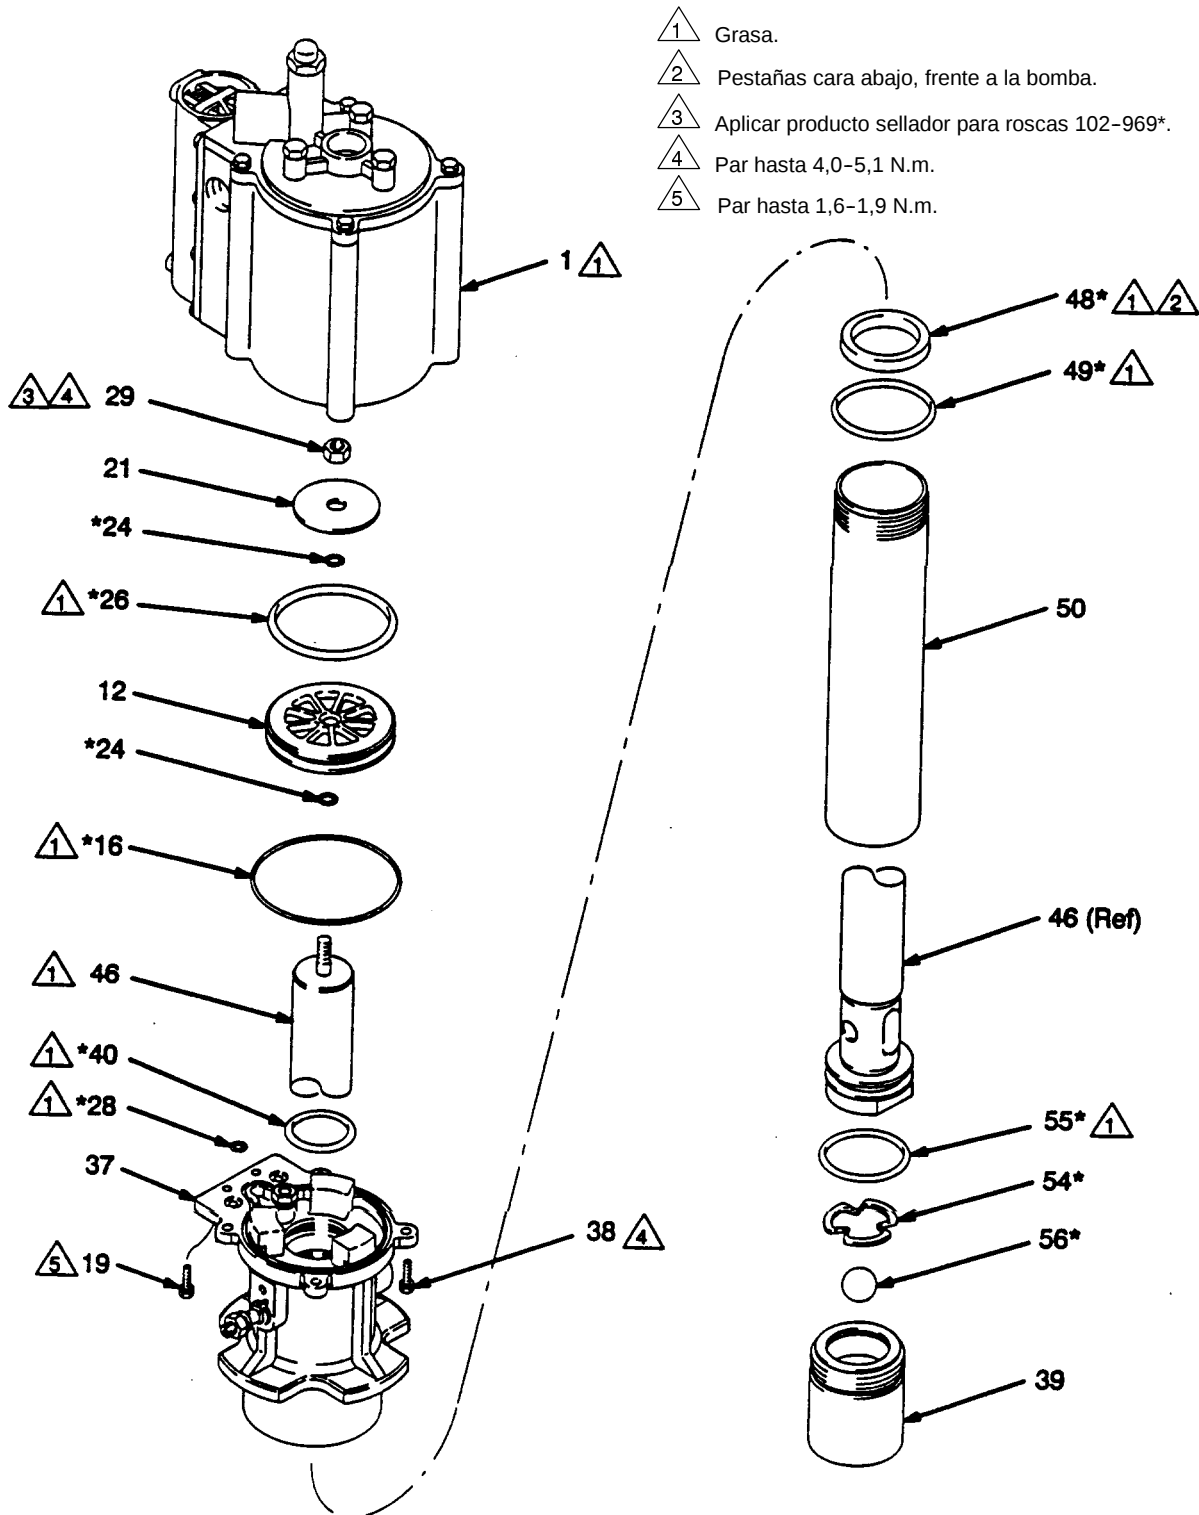

Fig. 5
2. Retirar los cuatro tornillos (38) y los dos tornillos (19) que sujetan la base del motor neumático (37) al cilindro del motor neumático (1). Sacar el cilindro de la base. Retirar la junta tórica grande (16) y las dos juntas tóricas pequeñas (28), y ponerlas de lado. Véase Fig. 5.
3. Desatornillar la caja de la válvula de entrada (39) del cilindro de la bomba (50). Desmontar la válvula de entrada.
- Utilizar una llave de correa en el cilindro de la bomba (50) para aflojar éste de la base de motor (37). Seguir desatornillando el cilindro de la base del motor con la mano, hasta que el cilindro quede libre. Sacar el cilindro de la bomba. Véase Fig. 5.
- Mantener el pistón de producto (52) por sus caras planas en un torno. Desatornillar la tuerca (29) de la parte superior de la varilla de desplazamiento (46). Sacar la arandela (21), las dos juntas tóricas (24), la junta tórica del pistón (26) y el pistón del motor neumático (12) y ponerlos de lado. Sacar la base del motor (37) de la varilla de desplazamiento.
- Engrasar la junta tórica (40*) e instalarla en el interior de la parte superior de la base. Véase Fig. 5.
- Engrasar la empaquetadura bloque (48*) e instalarla en la base del motor (37). Las pestañas de la empaquetadura deben estar cara abajo, frente a la bomba. Engrasar la junta tórica (49*) e instalarla en la parte inferior de la base del motor (37).
- Engrasar la varilla de desplazamiento (46) y deslizarla en la base del motor neumático (37) de manera que el extremo estrecho sobresalga de la parte superior de la base.
- Instalar una junta tórica (24*), el pistón del motor neumático (12) y la segunda junta tórica (24*) así como la arandela plana (21) en la varilla de desplazamiento (46). Aplicar producto sellador para rosas (102-969*) en la tuerca (29) y apretarla en la varilla. Apretar hasta el par 4,0-5,1 N.m. Engrasar la junta tórica grande (26*) e instalarla en la ranura exterior del pistón (12). Véase Fig. 5.
- Uno de los extremos del cilindro (50) tiene rosas en el exterior. Deslizar este extremo sobre el pistón de producto y en la base de motor (37) de manera que las rosas se engranen con la base. Atornillar el cilindro en la base con la mano. A continuación, colocar la base en un torno de mandíbulas blandas.
- Engrasar la junta tórica (55*) e instalarla en la caja de válvula de entrada (39). Instalar la esfera (56*) y el retenedor de esfera (54*) y a continuación atornillar la caja de la válvula firmemente en el cilindro (50). Utilizar una llave de pipa en la porción estriada de la caja de la válvula de entrada y apretar la válvula y el cilindro.
- Retirar la bomba del torno. Engrasar la junta tórica grande (16*) y las dos juntas tóricas pequeñas (28*) e instalarlas en la base del motor (37). Engrasar la parte interior del cilindro del motor neumático (1) y posicionarla en la base. Instalar los cuatro tornillos (38) y apretarlos hasta el par de 4,0-5,1 N.m. Instalar los dos tornillos (19) y apretar hasta el par 1,6-1,9 N.m.